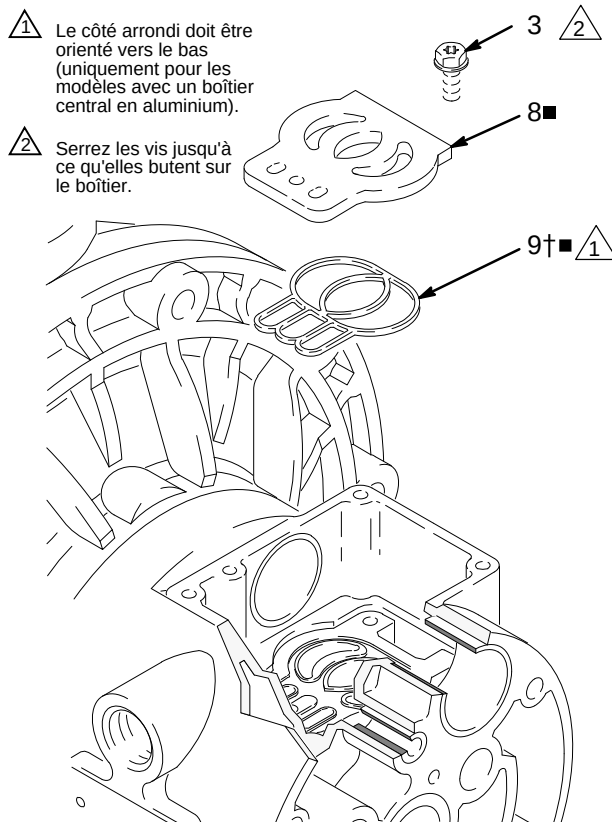

FIG. 9
5. Vérifiez le plateau de vanne (8■) en place. S'il est endommagé, utilisez un tournevis Torx (T20) ou une clé à douille de 7 mm (9/32 po.) pour retirer les trois vis (3). Enlever la plaque de la vanne (8■) et enlevez le joint (9) sur les modèles avec un corps central en aluminium uniquement. Consultez Fig. 9.
2. Sur les modèles avec un corps central en aluminium, mettez le joint de la plaque de vanne (9†■) dans la rainure au fond de la cavité de la vanne. La partie arrondie du joint **doit être orientée vers le bas** dans la rainure. Consultez FIG. 9.
3. Installez la plaque de vanne (8■) dans la cavité. Dans le cas des modèles avec boîtier central en aluminium, la plaque est réversible, de sorte que les deux faces peuvent être orientées vers le haut. Placez les trois vis (3) en utilisant un tournevis Torx (T20) ou une clé à douille de 7 mm (9/32 po.). Serrez jusqu'à ce que les vis butent sur le boîtier. Consultez FIG. 9.